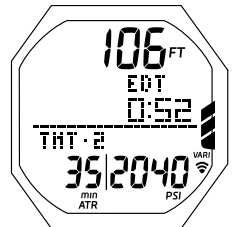

Fig. 108A - ÉCRAN PRINCIPAL PLONGÉE GAUG (minuteur réglé sur OFF)
**ÉCRAN PRINCIPAL PLONGÉE GAUG** : paramètres affichés\*\* (Fig. 108A/B)